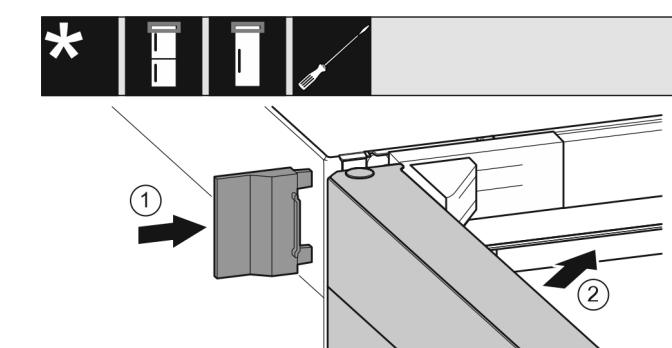

Fig. 24
- Nataknite vanjski pokrov. Fig. 24 (1)
- Zatvorite gornja vrata. Fig. 24 (2)